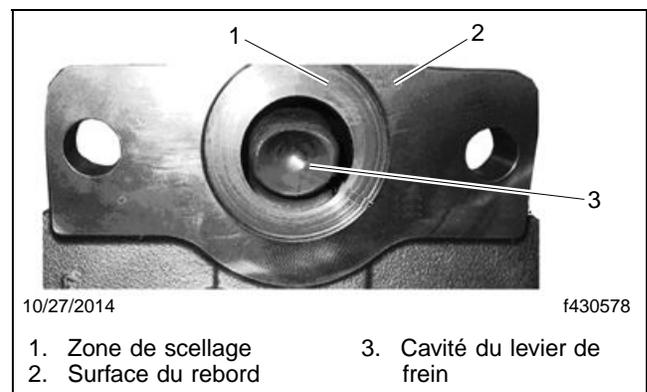

Fig. 15, Nettoyage de l'étrier de frein
42. Nettoyez la zone de scellage et la surface du rebord du récepteur de frein de l'étrier de frein. Lors du nettoyage, faites bien attention à éviter toute contamination du frein par des saletés ou de l'humidité. Reportez-vous à la **figure 15**.
43. Graissez la cavité du levier de frein. Reportez-vous à la **figure 15**.